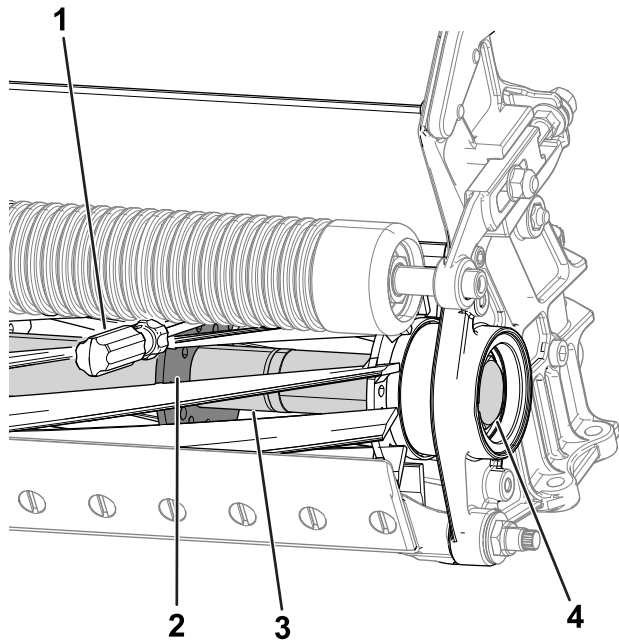

Figura 27
2. Inserite un piede di porco con manico lungo ($\frac{3}{8}$ " x 12" raccomandato con manico a cacciavite) attraverso la parte inferiore del cilindro di taglio, più vicino al lato dell'apparato di taglio da serrare (Figura 27).
3. Posizionate il piede di porco contro il lato di saldatura della piastra di supporto del cilindro (Figura 27).